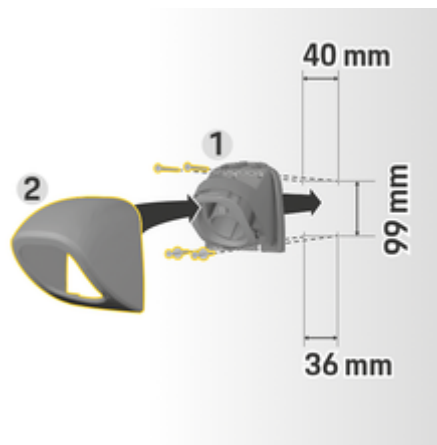

図. 191: ドリル寸法
1. コネクター ファスナー 1 (図. 191) をカバー 2 (図. 191) から取り外します。
4. コネクター ファスナー 1 (図. 191) を壁にネジ留めしてください。
5. カバー 2 (図. 191) をコネクター ファスナー 1 (図. 191) に下から取り付け、押し上げてください。